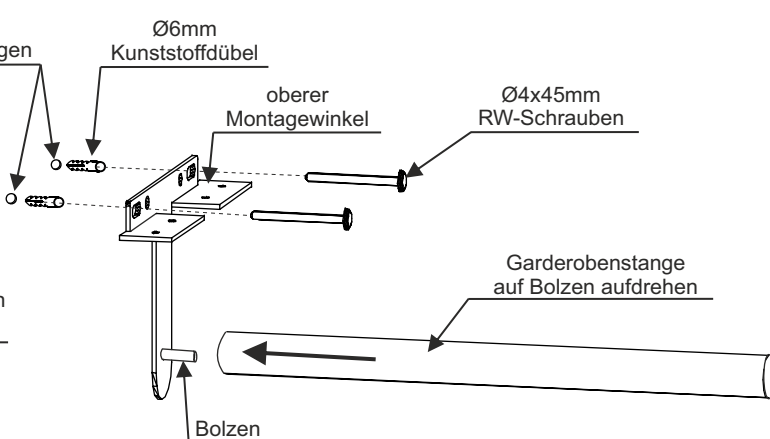

Abb. 8
11. Montieren Sie anschließend den oberen- und unteren Montagewinkel mit den Ø6mm Kunststoffdübel und den Ø4x45mm RW-Schrauben. (Abb. 8 / 9)
13. Montieren Sie die Garderobenstange an dem Bolzen des oberen Montagewinkel. (Abb.8)